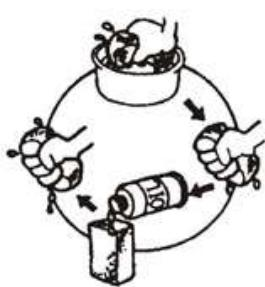

Рис. 18
- 3.3.3 Якщо осердя забруднене, почистіть його у такому порядку (Рис. 18):